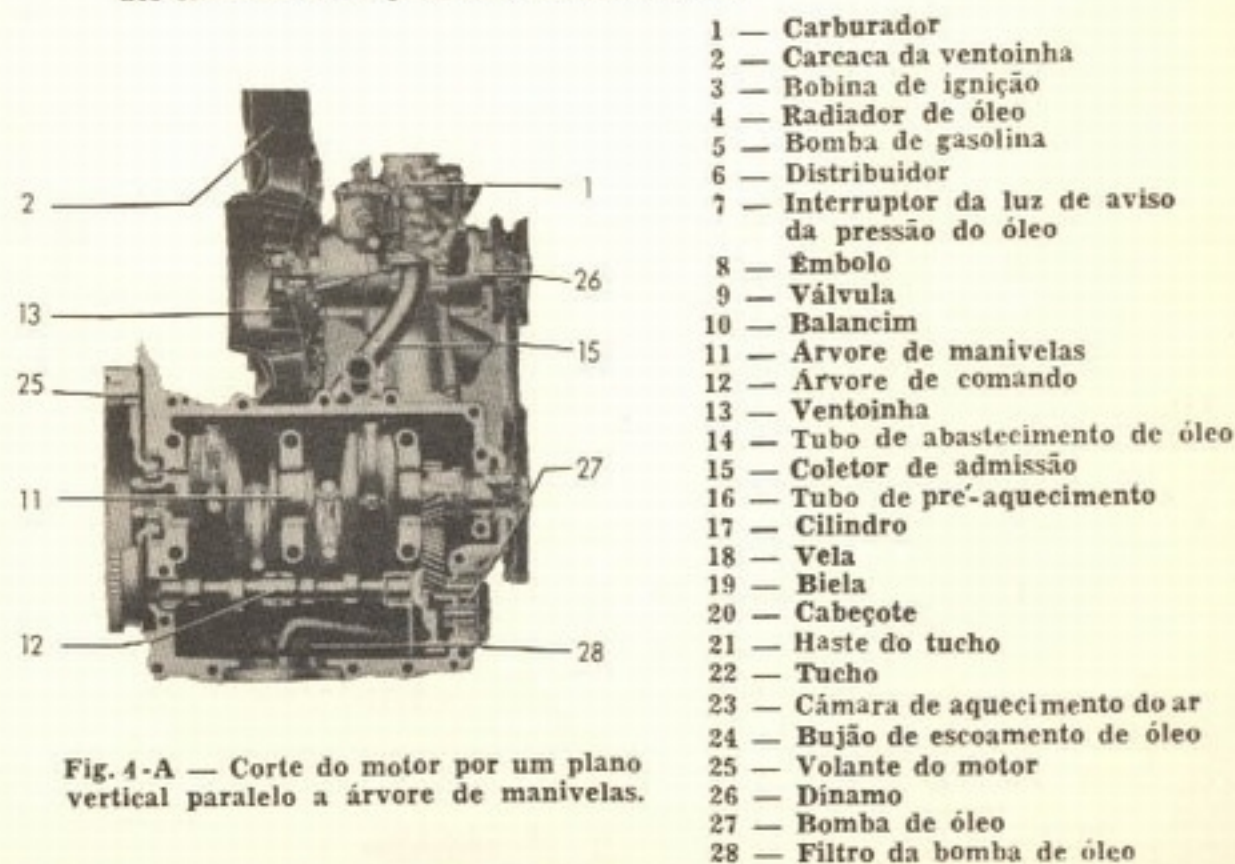
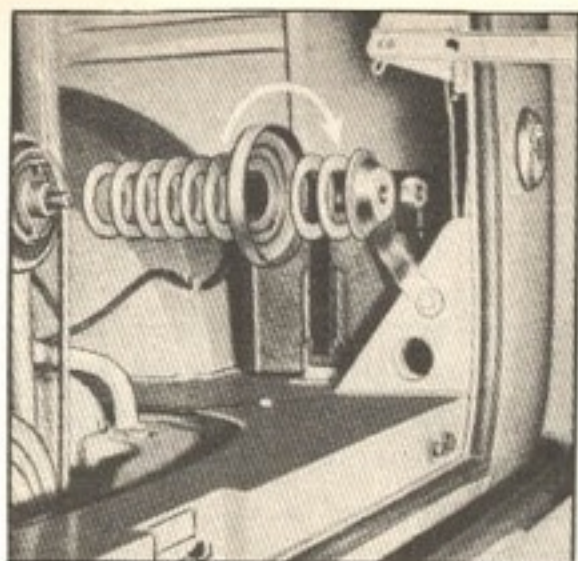

Fig. 4-A — Corte do motor por um plano vertical paralelo a árvore de manivelas.
Fig. 3-B — Localização das arruelas de ajuste da correia.
Fig. 3-A — Corte do motor "1 300" por um plano vertical paralelo aos cilindros. Os motores "1 500" e "1 600" são semelhantes; diferem apenas nos diâmetros dos cilindros e em pequenos outros detalhes.
**Cuidados com o sistema.** — A única atenção requerida pelo sistema é o ajuste eventual da tensão da correia do dínamo, em cujo eixo se encontra montada a ventoinha. Esse ajuste se faz desmontando-se a metade externa da polia com a chave própria que vem com o estôjo de ferramentas e acrescentando-se ou retirando-se as arruelas de ajuste entre as duas metades da polia. A metade interna da polia possui um entalhe, que serve para se firmar a mesma com uma chave de fenda como mostra a fig. 2-B. O ajuste está perfeito quando existe uma deflexão de 2 cm entre o ponto médio da correia entre as duas polias, como se vê na fig. 4-B. Esta figura também indica as posições correta e incorretas da correia. Se se deseja aumentar a tensão, o que é mais comum, retiram-se as arruelas necessárias entre as duas metades da polia. Se se deseja diminuir a tensão, acresce-se o número adequado de arruelas. As arruelas de ajuste ficam guardadas na metade externa da polia, como mostra a fig. 3-B.
Fig. 4-B — Na figura à esquerda, vemos, de forma exagerada, o ponto onde deve haver uma deflexão de cerca de 2 cm. Vemos também as posições correta e incorretas da correia.